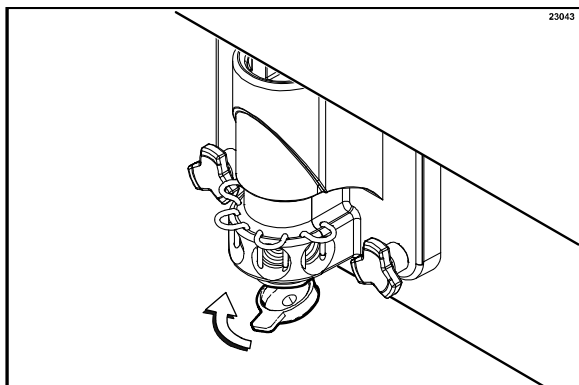

Abbildung 126
16. Die Drosselkappe auf das Ende des Zapfauslasses am Frontverschluss aufsetzen und die Sirupventilhalter einsetzen. (Siehe Abbildung 126.)